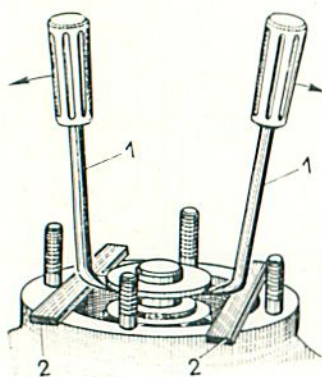

Figure BV 30.
Déposer la piste de la butée avec deux crochets (1, fig. BV 30), prenant appui sur deux fers plats (2).